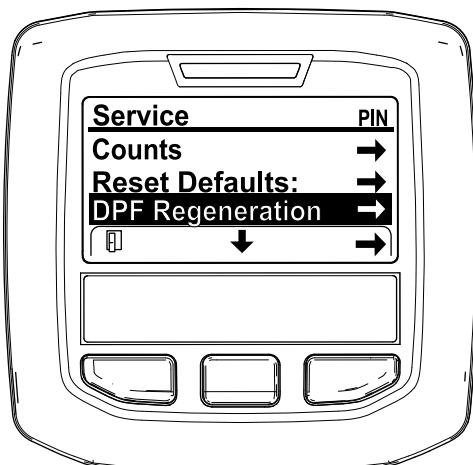

Figura 30
3. En el menú SERVICE (Servicio), pulse el botón del medio hasta que aparezcan las opciones de DPF REGENERATION (Regeneración de DPF) y pulse el botón derecho para seleccionar la opción DPF REGENERATION (Regeneración de DPF) (Figura 30).